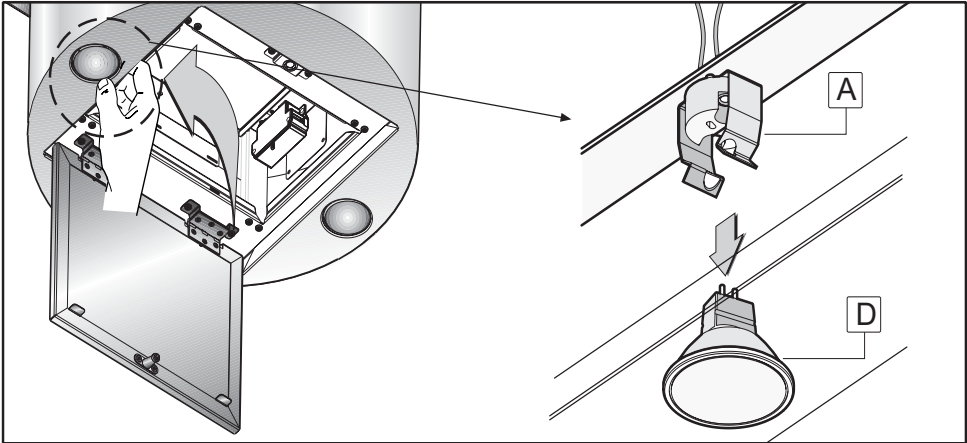

Fig.15
• **Sostituzione delle lampade alogene (Fig.15).**
Per sostituire le lampade alogene **B** dall'interno della cappa spingere verso il basso con due dita come è raffigurato in fig.15.